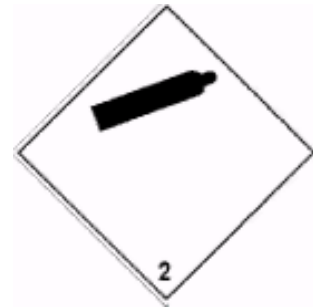

Fig. 6
- Pour le transport sur les routes publiques, les bouteilles d'air comprimé chargées à une pression supérieure à 2 bar sont soumises aux réglementations relatives au transport des matières dangereuses GGVSE et ADR. Les bouteilles d'air comprimé ou l'emballage d'expédition doivent respectivement porter l'étiquette de danger numéro 2.2 conformément à la sous-section 5.2.2.2 ADR (voir Fig. 6).